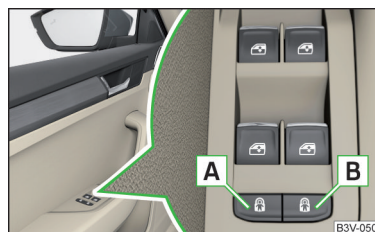

Abb. 54 Kindersicherung mit elektrischer Bedienung
- Zum **Ein-/Ausschalten** der Kindersicherung in der **linken** Hintertür die Taste **A** in der Fahrertür drücken » Abb. 54.